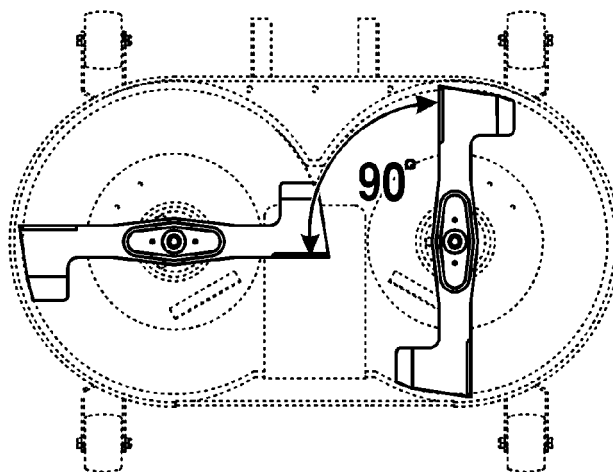

Abbildung 37
2. Die Schnitmesser in einem Winkel von 90° zueinander anbringen (Abb. 37).